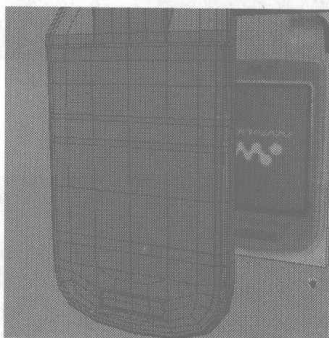

图 4.233
- 47** 继续调整手机外壳上其他的节点，直到满意为止。此时内显示屏制作完成，效果如图 4.233 所示。